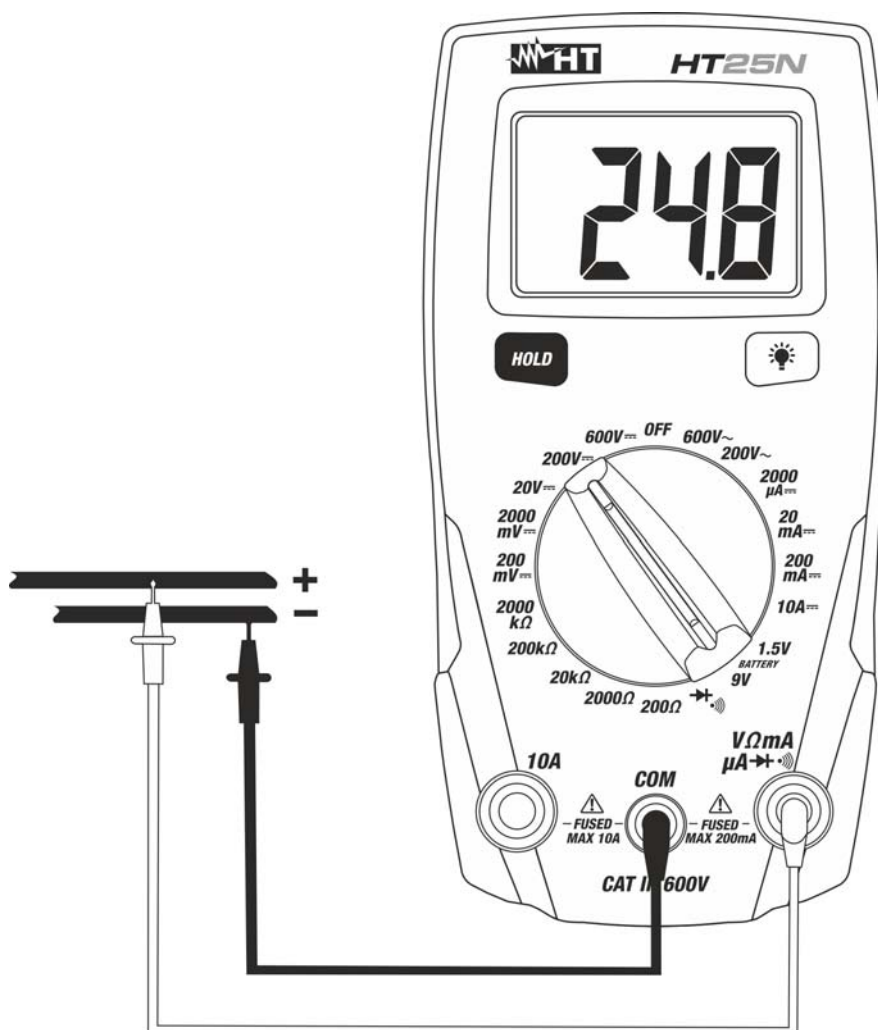

Fig. 2: Uso do instrumento para medir Tensões CC
3. Colocar a ponteira vermelha e a ponteira preta respetivamente nos pontos com potencial positivo e negativo do circuito em exame (ver Fig. 2). O valor da tensão é apresentado no display.
5. A visualização, no display do instrumento, do símbolo **"-"** indica que a tensão tem um sentido oposto em relação à ligação da Fig. 2.